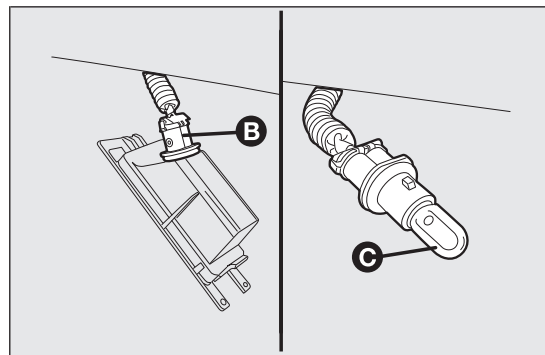

fig. 155
- ☐ tourner la douille B fig. 155 dans le sens des aiguilles d'une montre ;